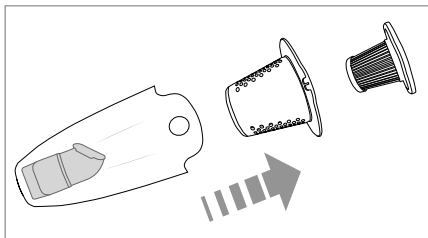

Abb. 5
- 3) Ziehen Sie den EPA-Filter 7 und den Grobfilter 8 aus dem Schmutzbehälter 9 heraus (Abb. 5). Klopfen Sie beide Filter 7/ 8 in einem Abfallbehälter aus. Bei Bedarf können Sie die Filter 7/ 8 mit klarem Wasser abspülen. Lassen Sie die Filter 7/ 8 anschließend an der Luft vollständig trocknen, bevor Sie sie wieder einsetzen.